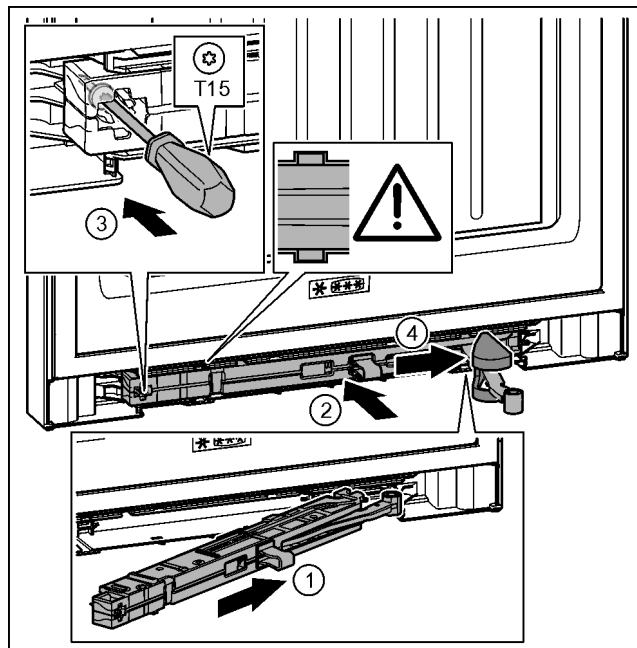

Fig. 44
- ▶ Sluitdempeereenheid aan de zijde van de lagerbus tot de aanslag schuin in de uitsparing schuiven. Fig. 44 (1)
- ▶ Sluitdempeereenheid volledig in de uitsparing schuiven. Fig. 44 (2)
- ▶ Schroef met een schroevendraaier T15 vastschroeven. Fig. 44 (3)
- ▶ Afdekking over het scharnier schuiven. Fig. 44 (4)